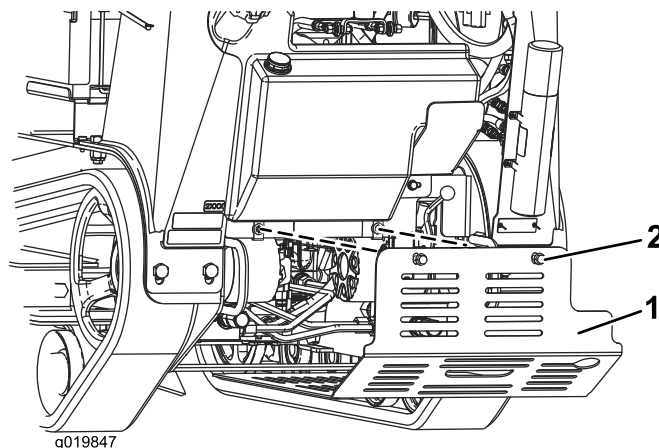

Figura 25
2. Allentate uno dopo l'altro i 2 bulloni che fissano lo schermo inferiore, fino a liberare completamente lo schermo (Figura 25).
2. Fate scorrere lo schermo inferiore nella macchina (Figura 25).